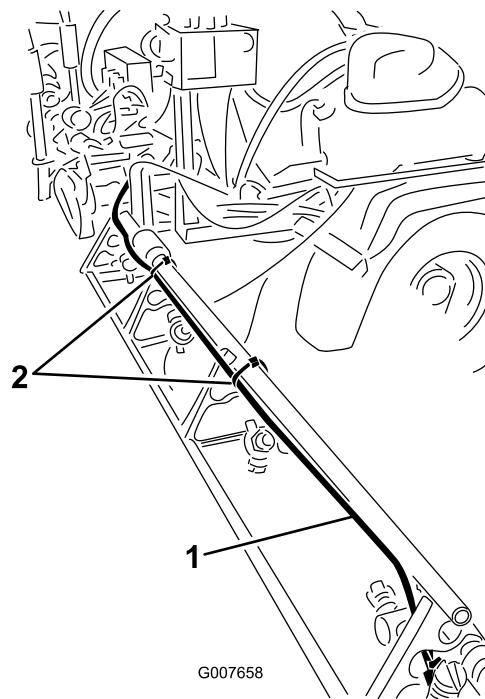

图7
- A. 在右侧喷洒臂上，沿着上撑杆的后侧连接泡沫软管 (图7)。